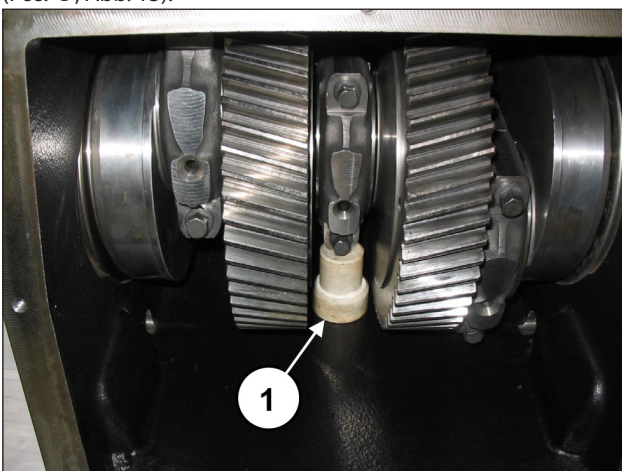

Abb. 13
Setzen Sie eine Passscheibe unter den Schaft der mittleren Pleuelstange, um die Drehung der Kurbelwelle zu kontern (Pos. ①, Abb. 13).